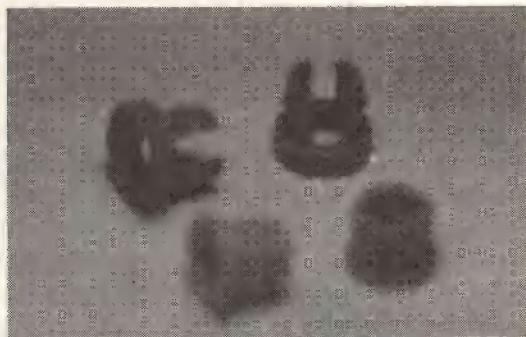

figura 3 - I due tipi di isolatori per il dipolo.
2) Si taglia un tubetto di alluminio di \varnothing esterno 6 mm lungo 322 mm e lo si fissa come in figura 2, isolandolo dal boom con le boccoline di figura 3. Come si vede, le boccoline sono di due tipi a scelta: quelle più scure, si trovano dai costruttori di infissi di alluminio, le più chiare (sfocate!), sono la parte terminale dei tasselli ad espansione in plastica, modello Friulsider \varnothing 8 mm. Una vite passante \varnothing 4 mm (indicata con una freccia in fig. 2), possibilmente inox, blocca il dipolo e fornisce all'esterno il centro elettrico del dipolo su un terminale a saldare (punto P).